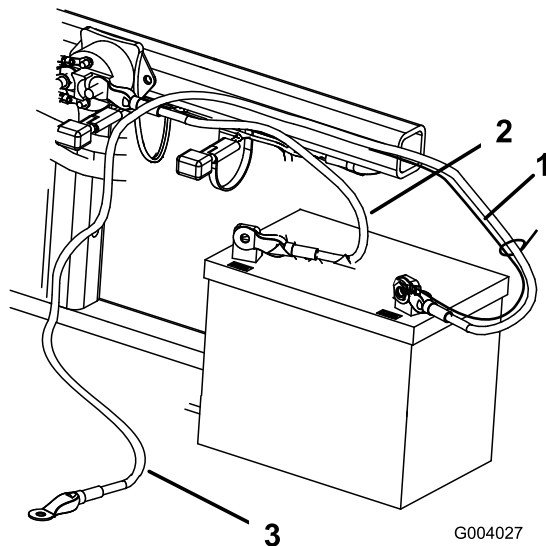

図 5
2. ボルト（1/4 x 5/8 inch）とロックナットで、赤いプラス（+）ケーブルをバッテリーのプラス（+）端子に固定する（図 5）。
ナス（-）ケーブルをバッテリーのマイナス（-）端子に固定する（図 5）。